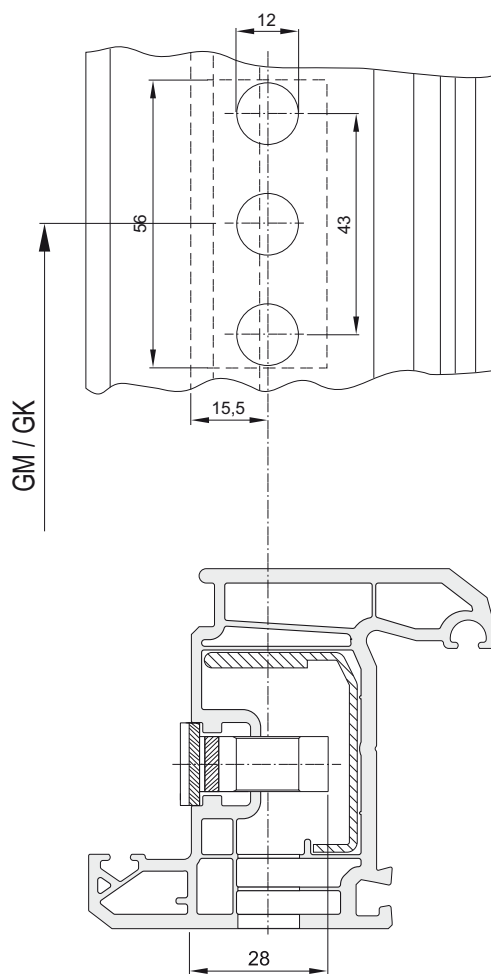

Рис. 3: Чертеж отверстий и паза для засова. Дорнмас = 15,5 мм
- Просверлить отверстия для кассеты засова (Рис. 3, \varnothing 12 мм) согласно чертежу. Фрезерование паза для кассеты засова осуществляется со стороны фальца (Рис. 3).